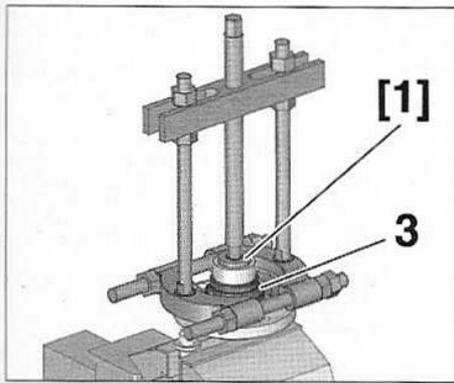

FIG.27
- Poser l'outil [1] au centre du moyeu et déposer la cage intérieure (3) du roulement à l'aide d'un extracteur (Fig.27).